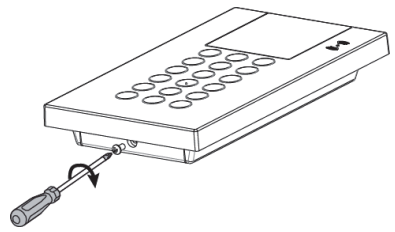

Figura 5
6. Introducir el tornillo de fijación para bloquear el teclado (ver Figura 5).